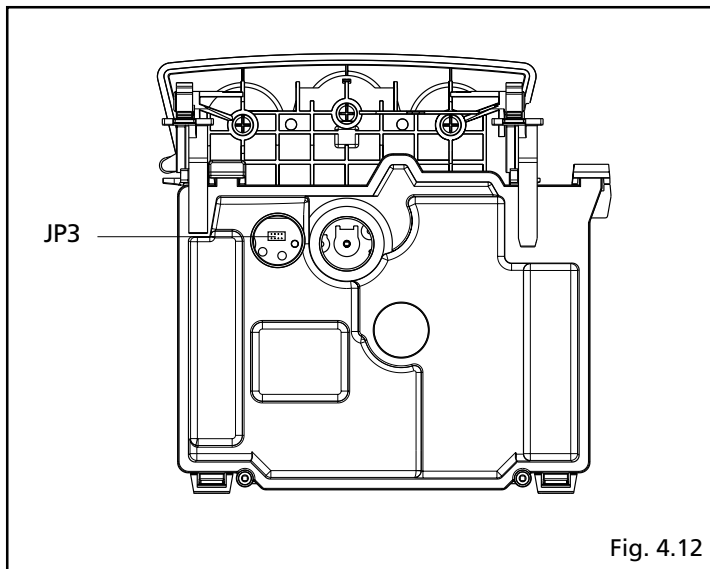

Fig. 4.12
- togliere il tappo di sinistra tirandolo verso di sé (fig. 4.12):